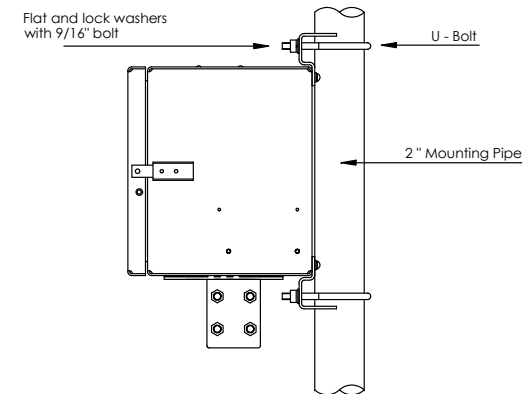
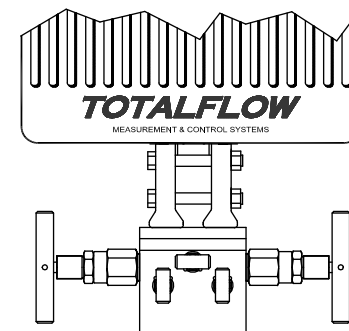

Figura 2 - Instalação do tubo
Figura 3 - Montagem normal do coletor
5. Posicione o compartimento em 2: tubo de montagem e fixe no lugar com dois parafusos em U, arruelas planas, arruelas de encosto e dois parafusos de 9/16" (veja a Figura 2). Monte o coletor na parte inferior da unidade; a porta direita da unidade **NORMALMENTE** contém alta pressão (lado oposto ao fluxo). Verifique o número do modelo da AMU (Unidade de medida analógica) para confirmar se o fluxo é da esquerda para a direita (4CYC) ou da direita para a esquerda (4AYC). Você também pode verificar o transdutor quanto o lado alto (H ou +) e o lado baixo (L ou -). Para os coletores de montagem direta, a direção é muito importante (Veja a Figura 3 para saber a configuração normal do coletor).